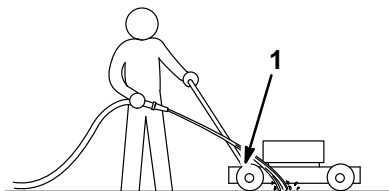

Figure 28
3. Tenir le tuyau d'arrosage à la hauteur du mancheron et diriger le jet vers le sol, juste devant la roue arrière droite (Fig. 28).